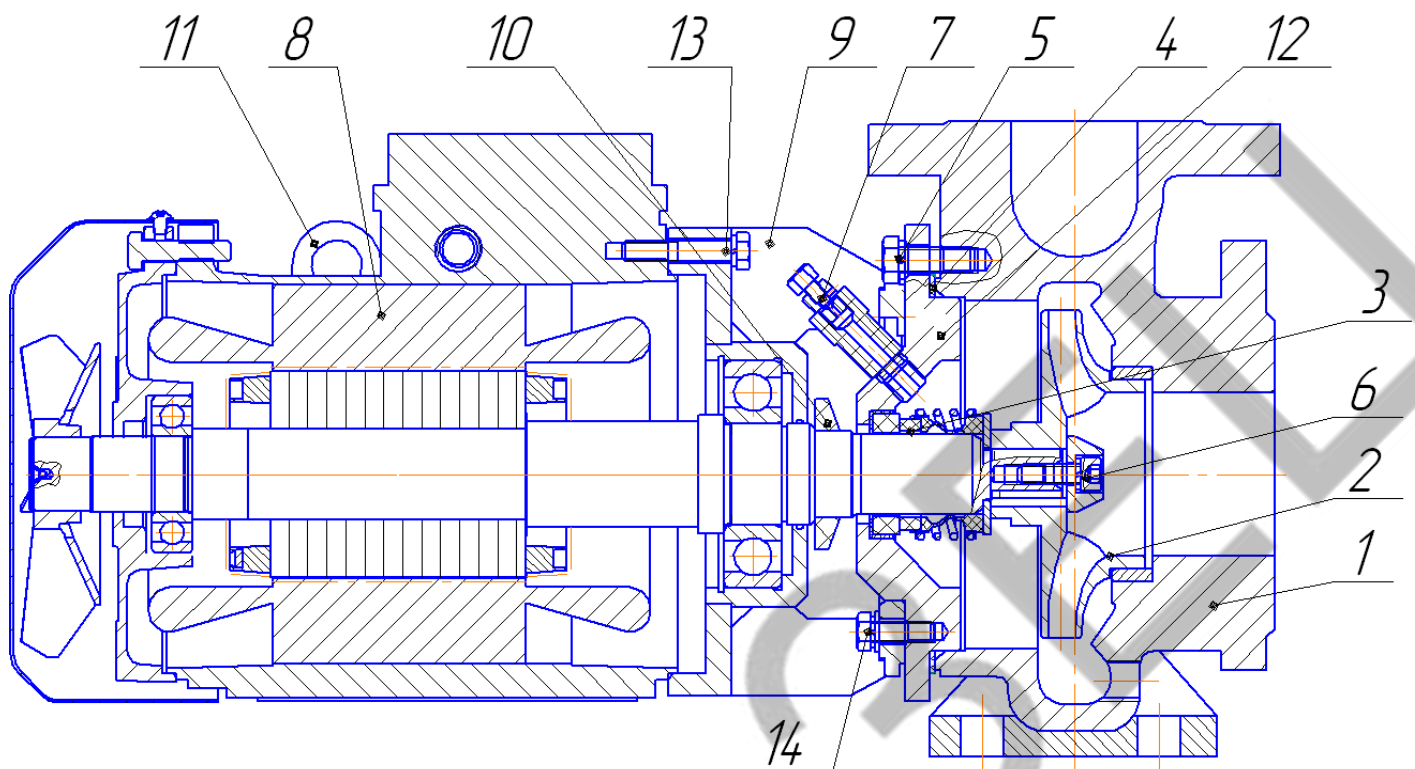

Рисунок 4 - Электронасос ЦМК.
3. Открутить болты позиции 5. (рисунок 4 страница 32) соединяющие проставку (фланец) позиция 9 (12) с корпусом спиральным позиция 1;